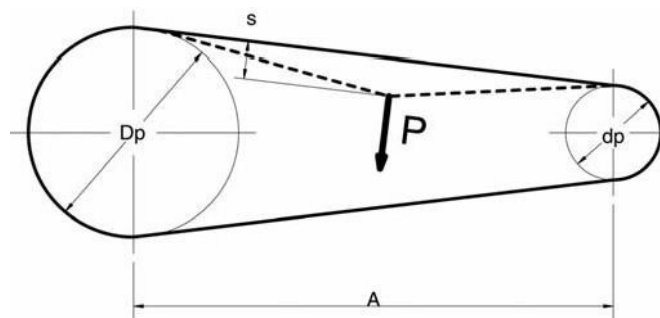
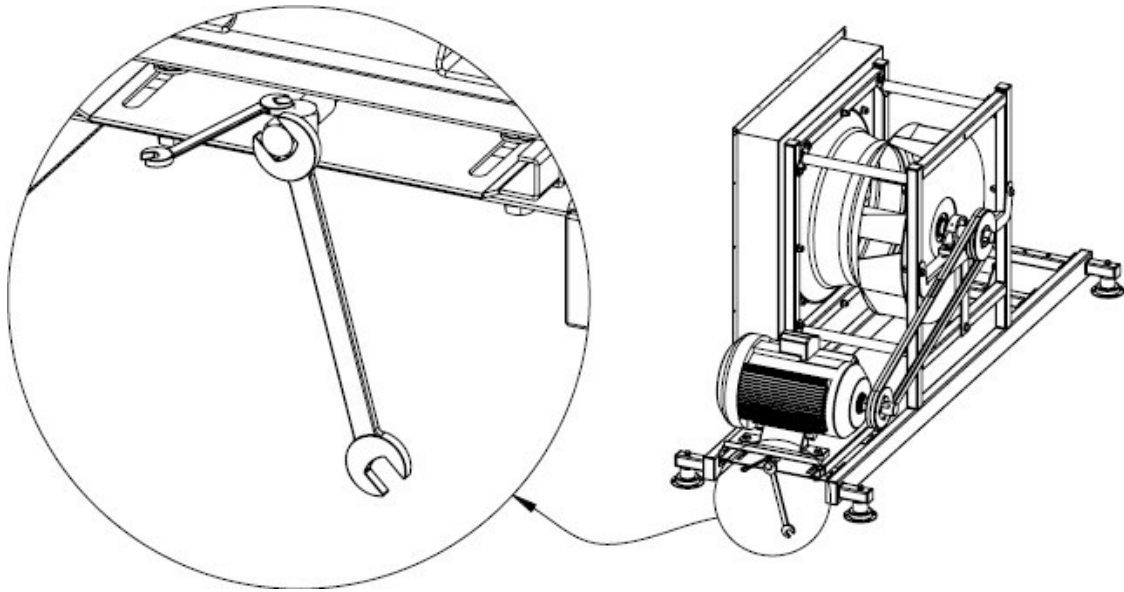

Fig. 24 Desviación de una correa en forma de cuña
Fig. 26. Ajuste de la tensión de las correas en forma de cuña
1. Mida la distancia entre los ejes de las ruedas (Tamaño A. fig. 24).
2. Mida la potencia P necesaria para doblar la cinta en $S=16$ mm por cada metro lineal de distancia entre los ejes, más o menos a mitad de camino entre los ejes (fig. 24).
En caso de que la tensión de las correas sea incorrecta, ajuste la tensión moviendo el motor con un tensor situado en el panel del motor (fig. 26), y comparando los valores de tensión con los valores que se muestran en la tabla 18
Compruebe también que la correa en forma de cuña no esté rota, agrietada, seca o dañada de alguna otra manera. Si la correa en forma de cuña está dañada, debe ser reemplazada. En el caso de transmisión con múltiples correas, incluso si una única correa está desgastada, debe reemplazar todas las correas asegurándose de que tengan la misma longitud y se ajusten a las ranuras de la polea. Si no reemplaza todas las correas, las nuevas transferirán mayores sobrecargas, debido a que son un poco más cortas que las viejas. Durante el reemplazo de las correas, afloje los tensores del panel del motor (fig. 26) para que las correas puedan ser retiradas y reemplazadas por una nueva manualmente sin aplicar fuerza. En ningún caso debe instalar las correas por la fuerza, con un destornillador o con cualquier otra herramienta. Durante el reemplazo de las correas compruebe que las superficies de contacto de las poleas no estén desgastadas. Las nuevas correas deben ajustarse de forma que la fuerza de desviación necesaria P (fig. 24) sea lo más cercana posible al valor P que se muestra en la tabla 18.